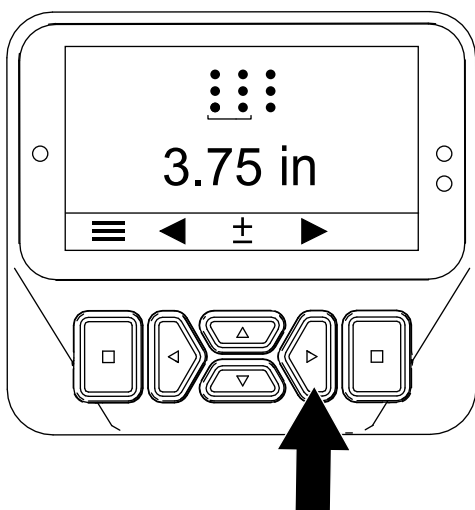

図 48
- 右ボタンを押して、「穴間隔の設定」画面を表示する (図 48)。
6. 右ボタンを押して、「タイン直径の設定」画面を表示する (図 48)。